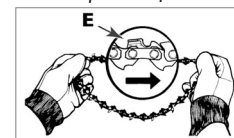
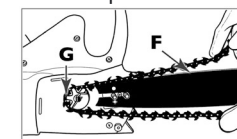

Fig. 3C
Fig. 3D
1. Espalhe a corrente com as pontas cortantes (E) da corrente apontadas na DIRECÇÃO DA ROTAÇÃO. (Ver Fig. 3C)
2. Coloque a corrente em cima da roda dentada (F) com articulações de movimento a encaixar
entre os dentes da roda dentada. Guie as articulações da corrente na ranhura (G) no topo da barra guia e à volta do nariz. A corrente da serra irá inclinar-se ligeiramente na parte inferior da barra guia. (Ver Fig. 3D)
4. Espalhe a corrente com as pontas cortantes (E) da corrente apontadas na DIRECÇÃO DA ROTAÇÃO (Fig. 3C.)
5. Para encaixar a corrente na barra, rode o prato de tensão (D) no sentido oposto aos ponteiros do relógio até ao fim. Instale a corrente e a barra na unidade de potência, rode o prato de tensão (D) no sentido dos ponteiros do relógio e seguidamente coloque a tampa lateral (A). (Fig. 3D)